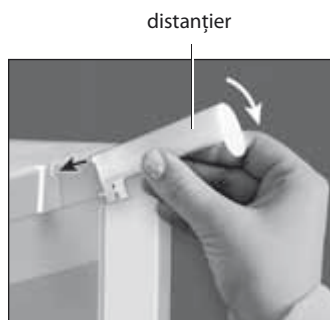

Figura 4
- în conformitate cu Figura 4 introduci cârligul superior al distanțierului în canalul capacului, apoi întorci distanțierul în jos pentru ca cele două cârlige de jos să se fixeze în capacul frigiderului;